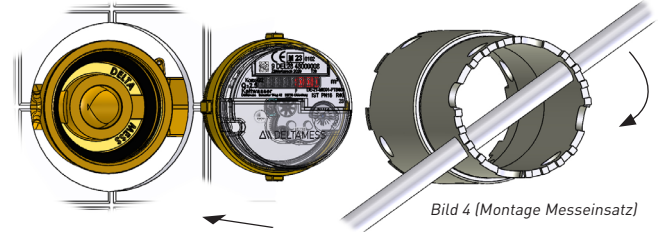

Bild 4 (Montage Messeinsatz)
- Messeinsatz mit DELTAMESS-Montageschlüssel fest (max. 80 Nm) in die Vormontage einschrauben (Bild 4).